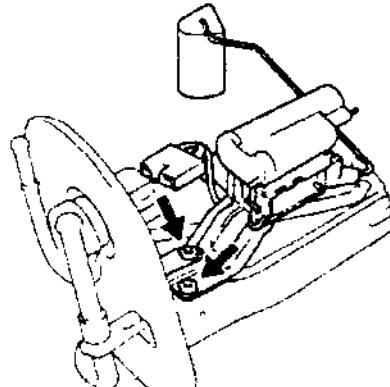

图 1.28 燃油量传感器位置
③ 从燃油泵支架上拆下燃油量传感器。燃油量传感器位置如图 1.28 所示。